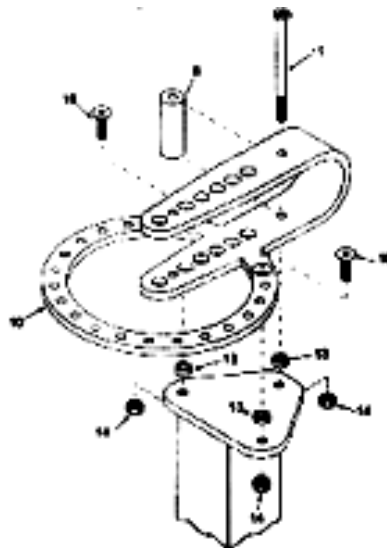

Рис. 2.
- 6.2) Положите три прокладки (13) на три отверстия стойки (рис. 2.)